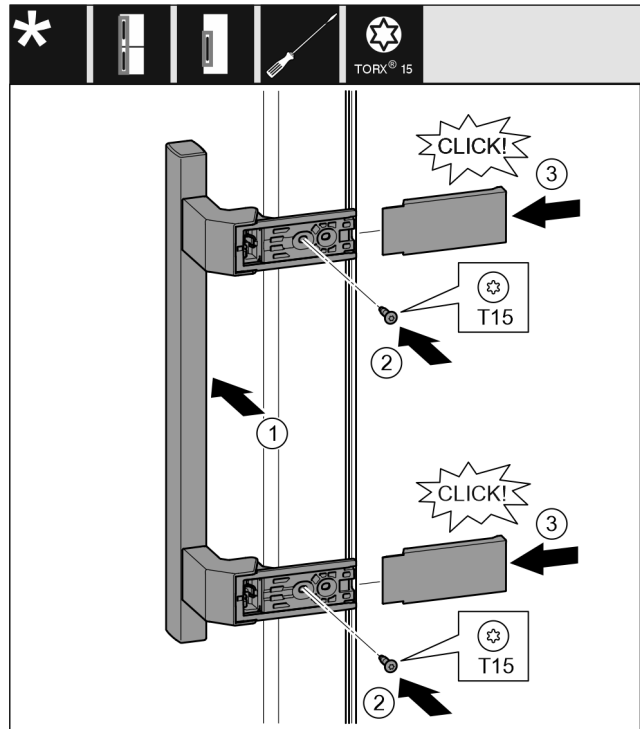

Fig. 15
- ▶ Nasaděte madlo na protilehlé straně. Fig. 15 (1)
- ▶ Šroubovákem T15 pevně utáhněte šrouby. Fig. 15 (2)
- ▶ Kryty bočně nasaděte a nasuňte. Fig. 15 (3)